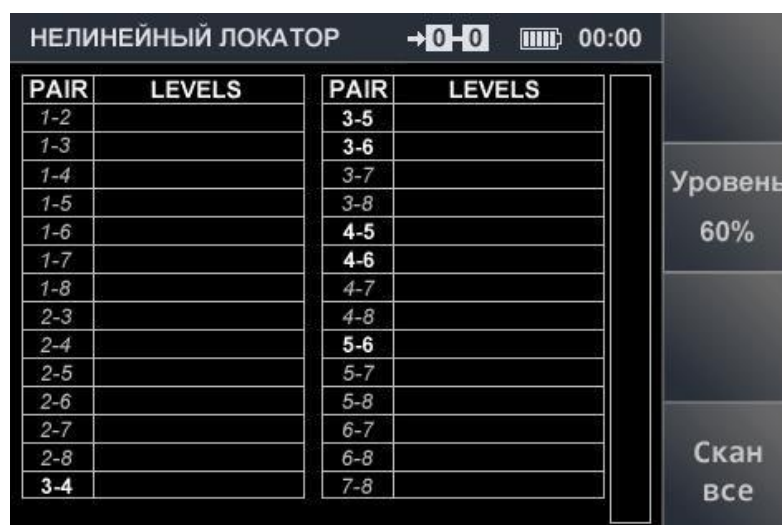

Рис.54
6. Повторно нажать кнопку «FUNC» и войти в основное меню канала «НЕЛИНЕЙНЫЙ ЛОКАТОР». Экран примет вид, представленный на рис.54